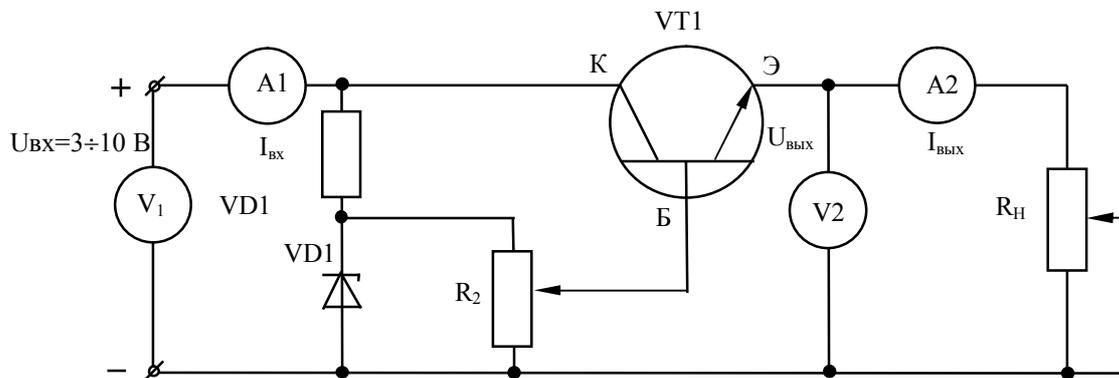

Рис. 3. Схема транзисторного стабилизатора.
ПРОСТЕЙШИЙ ТРАНЗИСТОРНЫЙ СТАБИЛИЗАТОР НАПРЯЖЕНИЯ (рис. 3).
5. Собрать схему транзисторного стабилизатора (рис. 3) (Вольтметр V1- вольтметр блока питания; V2, A1, A2- мультиметры).